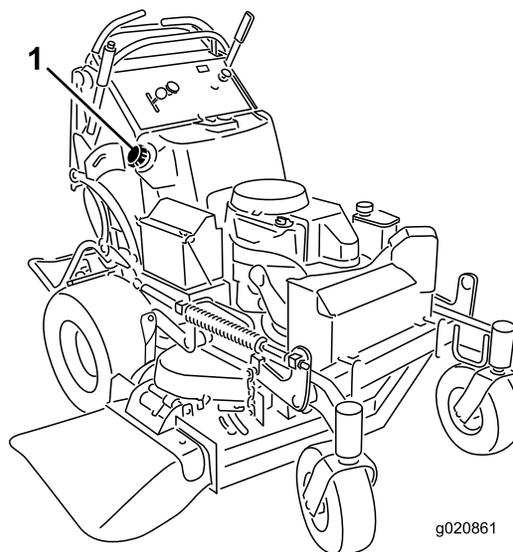

図 50
5. サイホンポンプを使って燃料タンクからガソリンを抜き出す 図 50。